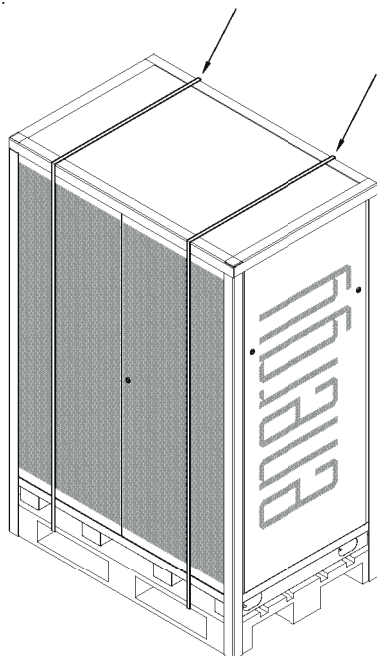

Fig. 4.18
4. Rimuovere le due regge in plastica (Fig. 4.18).